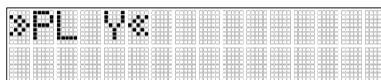

Abb. 24 PlaneLok horizontale oder vertikale Y-Achse
- 6.) a) Drücken Sie die Taste E (j) und lassen Sie sie los, um das Untermenü PlaneLok zu öffnen. Wählen Sie >>PL Y<<, um PlaneLok für die Y-Achse zu bestätigen, wenn sie horizontal eingerichtet ist, und drücken Sie die E-Taste (j), um PlaneLok zu starten (siehe Bild 24).